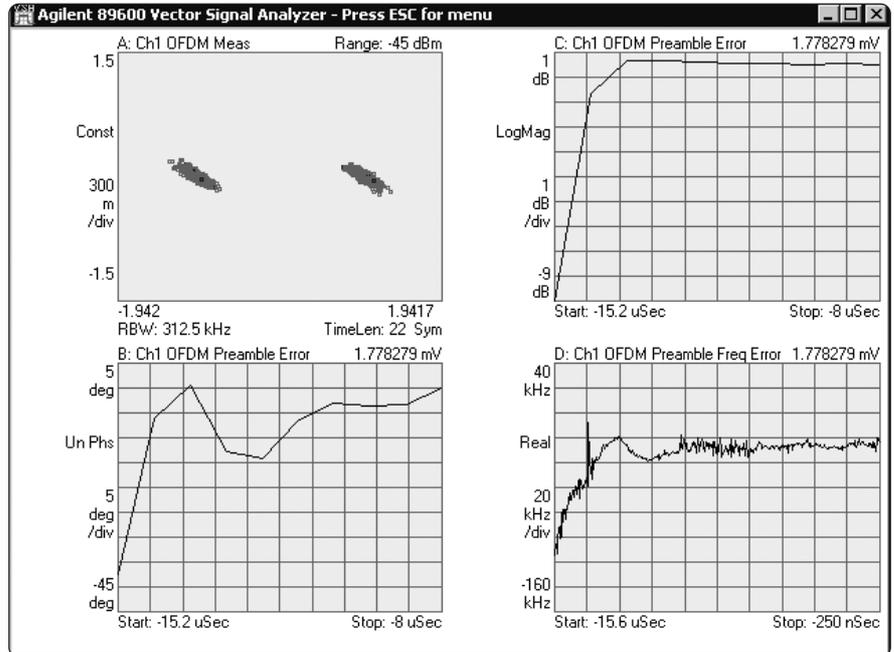

図10. 位相誤差(左下)、振幅誤差(右上)、周波数設定(右下)などのショート・トレーニング・シーケンスのプリアンブル誤差の測定
- プリアンプル誤差：プリアンブル誤差やプリアンブル周波数誤差により、OFDMフレームの信号品質や安定度を詳しく調べることができます(図10を参照)。なお、デジタル復調はその間隔内でだけ実行されるにも関わらず、デジタル復調間隔の外側の信号の一部が測定されることに注意してください。